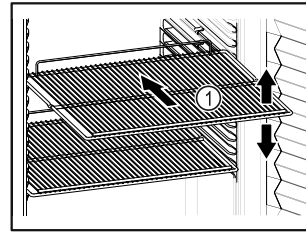

Fig. 47 Приблизне відображення
- ❑ Якщо решітки для зберігання Fig. 47 (1) знімні, відрегулювати по висоті.